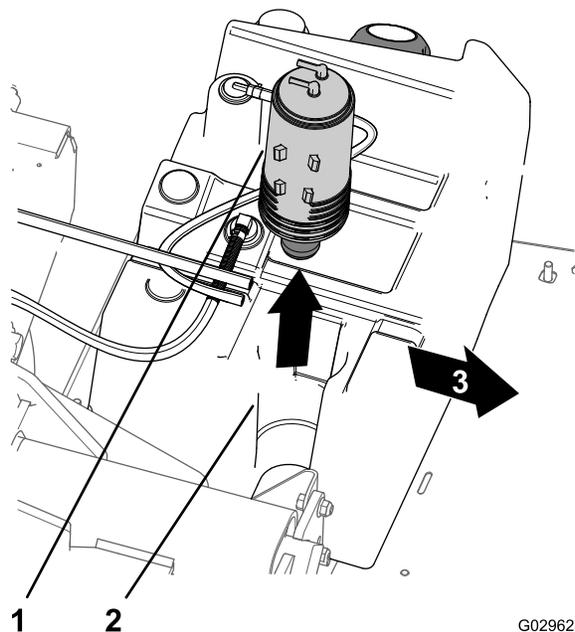

图 45
3. 从油箱内的碳罐底座上提起碳罐 图 45。
7. 将新碳罐插入油箱内的碳罐底座使净化和油箱接头向后对齐 图 45。